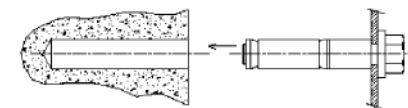

Afbeelding 2
6. Boor de gaten - 80 mm diep (zie afbeelding 2); u heeft hiervoor de 13 mm betonboor nodig.